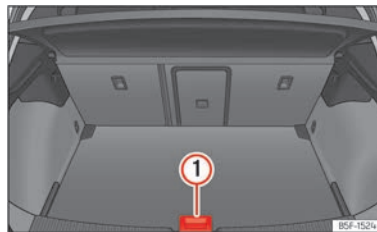
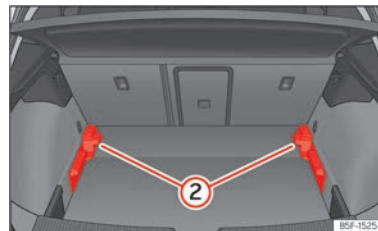

Abb. 187 Variabler Gepäckraumboden: hohe Position.
Abb. 188 Variabler Gepäckraumboden: niedrige Position.
- Um von der niedrigen in die hohe Position überzugehen, heben Sie den Boden am Haltegriff >>> **(Abb. 187) (1)** an und ziehen
Sie ihn nach hinten, bis der vordere Teil des Bodens vollständig über den Halterungen >>> **(Abb. 188) (2)** liegt.
- Um von der hohen in die niedrige Position überzugehen, heben Sie den Boden am Haltegriff >>> **(Abb. 187) (1)** an und ziehen Sie ihn nach hinten, bis der vordere Teil des Bodens vollständig über den Halterungen >>> **(Abb. 188) (2)** liegt.
- Den vorderen Teil auf den Boden absenken und diesen bis zum Anschlag an den Rücksitzlehnen nach vorn verschieben und dabei den Boden gleichzeitig mit Hilfe des Haltegriffs **①** absenken.
SEAT empfiehlt, den variablen Gepäckraumboden wieder in die hohe Position zu bringen **»» (Abb. 187)**, wenn kein zusätzlicher Platz mehr benötigt wird.
- Bei einem variablen Boden in hoher Position diesen am Haltegriff **»» (Abb. 187) ①** anheben, daran ziehen und in Richtung der Rücksitzlehne